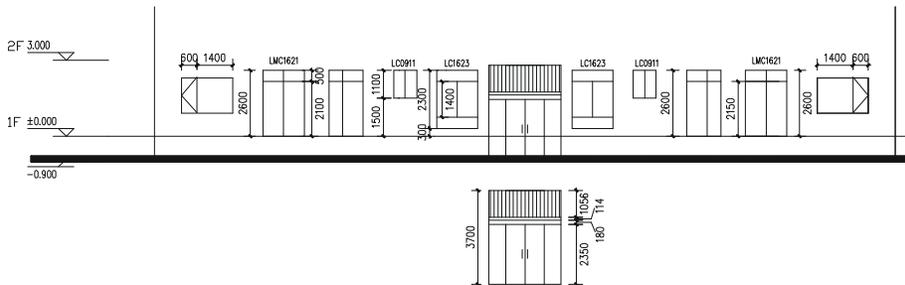

图 12-1-4
**STEP 07** 参照第 (6) 步的尺寸即可绘制出如图 12-1-4 所示一层立面的门窗。